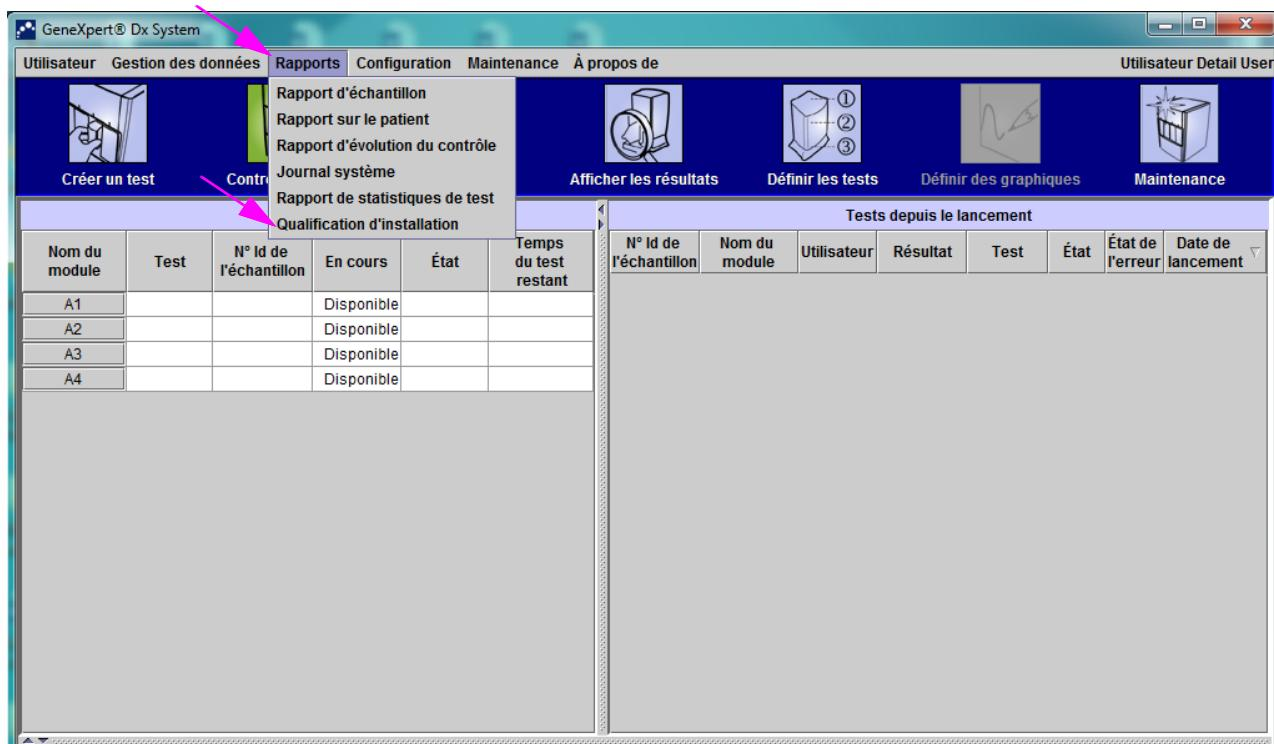

Figure 2-88. Fenêtre GeneXpert Dx System indiquant le menu déroulant **Rapports** et la sélection **Qualification d'installation**
1. Dans la fenêtre GeneXpert Dx System, cliquez sur **Qualification d'installation** dans le menu **Rapports**. Voir Figure 2-88.